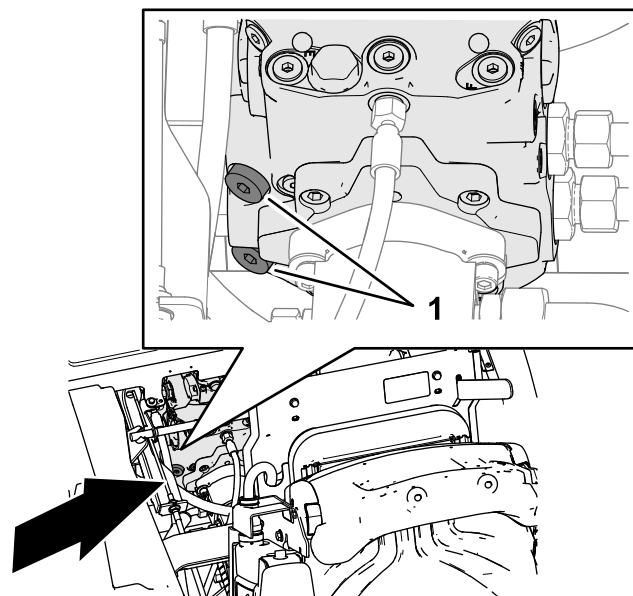

Figure 39
3. Avec une clé hexagonale de 8 mm, tournez les 2 bouchons à tête creuse des clapets de décharge de pompe de transmission dans le sens horaire (Figure 39).